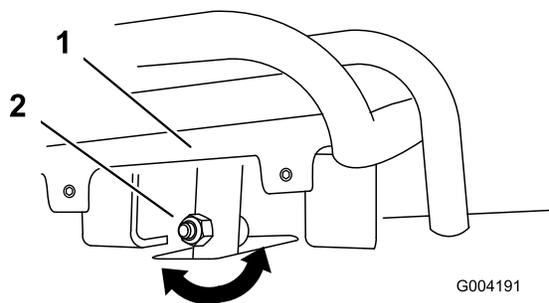
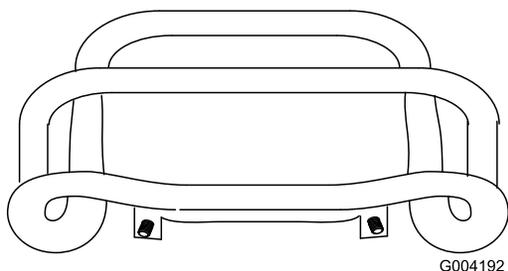

図 51
図 52
4. 全速後退位置にセットした走行コントロールバーが基準バーに対して適切に整列していない場合は、走行コントロールのステム部にあるフランジナットとボルトをゆるめる 図 51。
5. 全速後退位置にセットした走行コントロールバーが基準バーに対して面一になるように調整する 図 51 と 図 52。
- C. 走行コントロールのシステムのフランジナットとボルトをゆるめる 図 51。
- I. 全速後退位置にセットした走行コントロールバーが基準バーに対して面一になるように調整する 図 51 と 図 52。